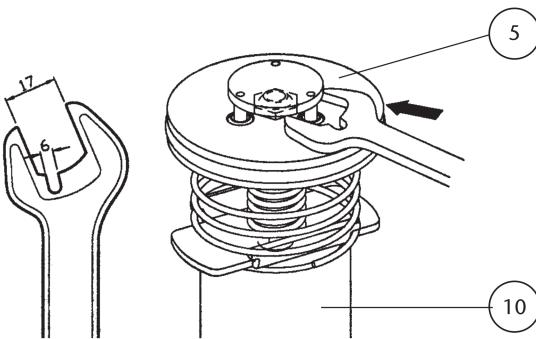

Fig. 9
2. Check the upper spring (3) and the spring stop (4) inside the air motor dolly (1). Replace in case of damage.
3. Dismount the lower o-ring (20) and muffler (19) and pull up the inverting set until the hole in pump piston (10) gets visible in the opening where the muffler was dismounted. Introduce a steel rod (8 mm) in the hole to lock the piston.
4. Use a prepared 17mm wrench (see fig. 9) to disassemble the inverting set (5).
2. Verifique el muelle superior (3) y el tope muelle (4) en la cazoleta. Sustituya en caso de deterioro.
3. Desmonte la junta tórica inferior (20) y el silenciador (19) y tire del conjunto inversor hacia arriba hasta que el agujero en el vástago (10) quede visible en la apertura donde el silenciador fue quitado. Introduzca una varilla acerada (8 mm) en el agujero del pistón para bloquear el mismo.
4. Desenrosque el conjunto inversor (5) con una llave fija de 17 mm preparada (fig. 9).
- Die obere Feder (3) und die Federhalterung (4) innerhalb des Deckels überprüfen. Falls beschädigt, ersetzen.
- Die untere O-Ring (20) und den Dämpfer (19) entfernen und den Umkehrschalter soweit herausziehen, bis die Öffnung im Pumpkolben (10) sichtbar wird, aus der der Dämpfer entfernt wurde. Eine 8 mm Stahlstange in dieses Loch einführen, um den Kolben zu blockieren.
- Mit einem vorbereiteten 17 mm-Schraubenschlüssel (Bild 9), wird der Umkehrschalter (5) abgeschraubt.